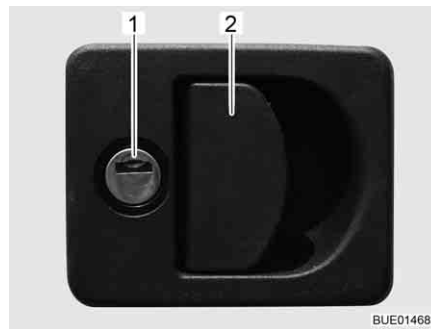

Bild 47 Klappenschloss mit Griffschale
- Schlüssel in Schließzylinder (Bild 47,1) stecken und eine viertel Umdrehung drehen. Das Klappenschloss ist entriegelt.
- Am Schlossgriff (Bild 47,2) ziehen. Die Außenklappe ist geöffnet.